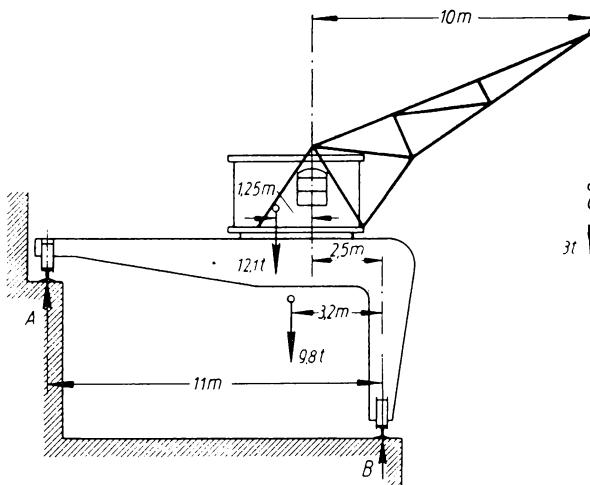

Bild 158
- 292.** Bei einem Halbtor-Hafenkran (Bild 158) von den gegebenen Maßen be-trägt das Gewicht des auf den Schienen A und B laufenden Halbtorgerüsts 9,8 t;